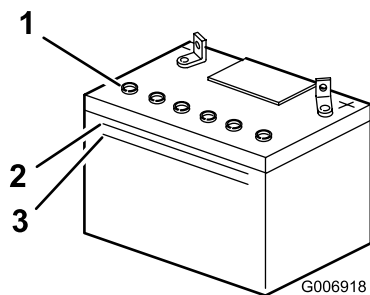

Figura 28
- Guardate il fianco della batteria. L'elettrolito deve raggiungere la linea superiore (Figura 28).
Nota: Non lasciate scendere l'elettrolito sotto la linea inferiore (Figura 28).
- Togliete i tappi di spurgo dalla batteria (Figura 28).
raggiunge la linea superiore (Figura 28) sulla cassetta della batteria.
- Attendete cinque o dieci minuti dopo avere riempito gli elementi della batteria. All'occorrenza, aggiungete dell'acqua distillata finché l'elettrolito non raggiunge la linea superiore (Figura 28) sulla cassetta della batteria.